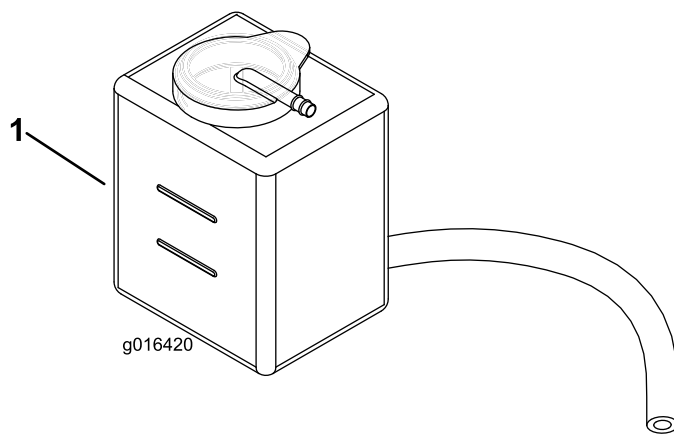

Bild 25
2. Prüfen Sie den Kühlmittelstand (Bild 25). Das Kühlmittel muss sich bei einem kalten Motor zwischen den beiden Linien am Ausdehnungsgefäß befinden.